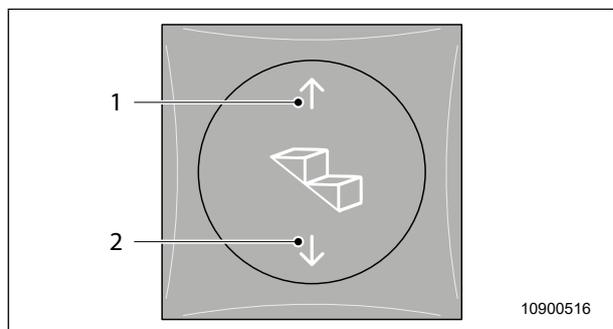

Abb. 3 Taster Trittstufe Aufbautür
1. Zum Ausfahren der Trittstufe das Sensorfeld (Abb. 3, Pos. 1) betätigen.
2. Zum Einfahren der Trittstufe das Sensorfeld (Abb. 3, Pos. 2) betätigen.